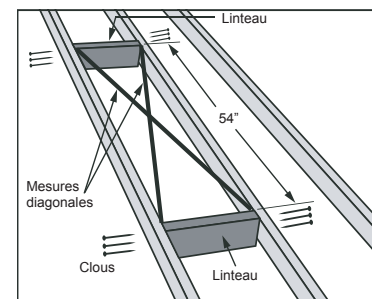

Figure 25
Faites une ouverture aux dimensions indiquées au tableau 3 en veillant à ce que les dimensions des diagonales du cadre soient identiques à celles illustrées à la figure 25.
Consultez la figure 25.
- Placez des linteaux à l'avant et à l'arrière de l'ouverture, comme l'illustre la figure 25.